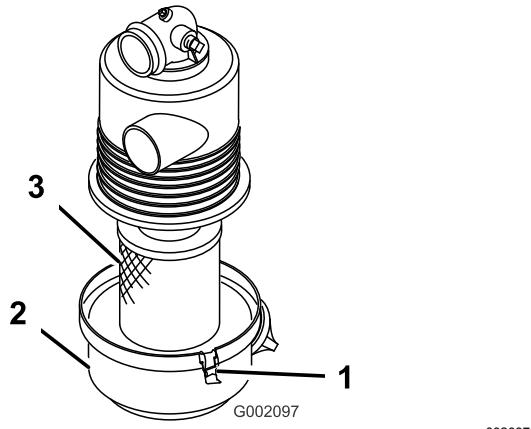

图 12
1. 检查空气滤清器壳体是否有可能导致空气泄漏的损坏。确保盖子密封在空气滤清器壳体周围图 12。
2. 松开将空气滤清器盖固定到空气滤清器外壳上的闩锁图 12。
3. 从空气滤清器外壳上分离空气滤清器盖并清洁盖子的内部图 12。
3. 将空气滤清器滤芯插入空气滤清器外壳图 12。
4. 将空气滤清器盖与空气滤清器外壳对齐图 12。
5. 用闩锁图 12 将盖子固定到外壳上。